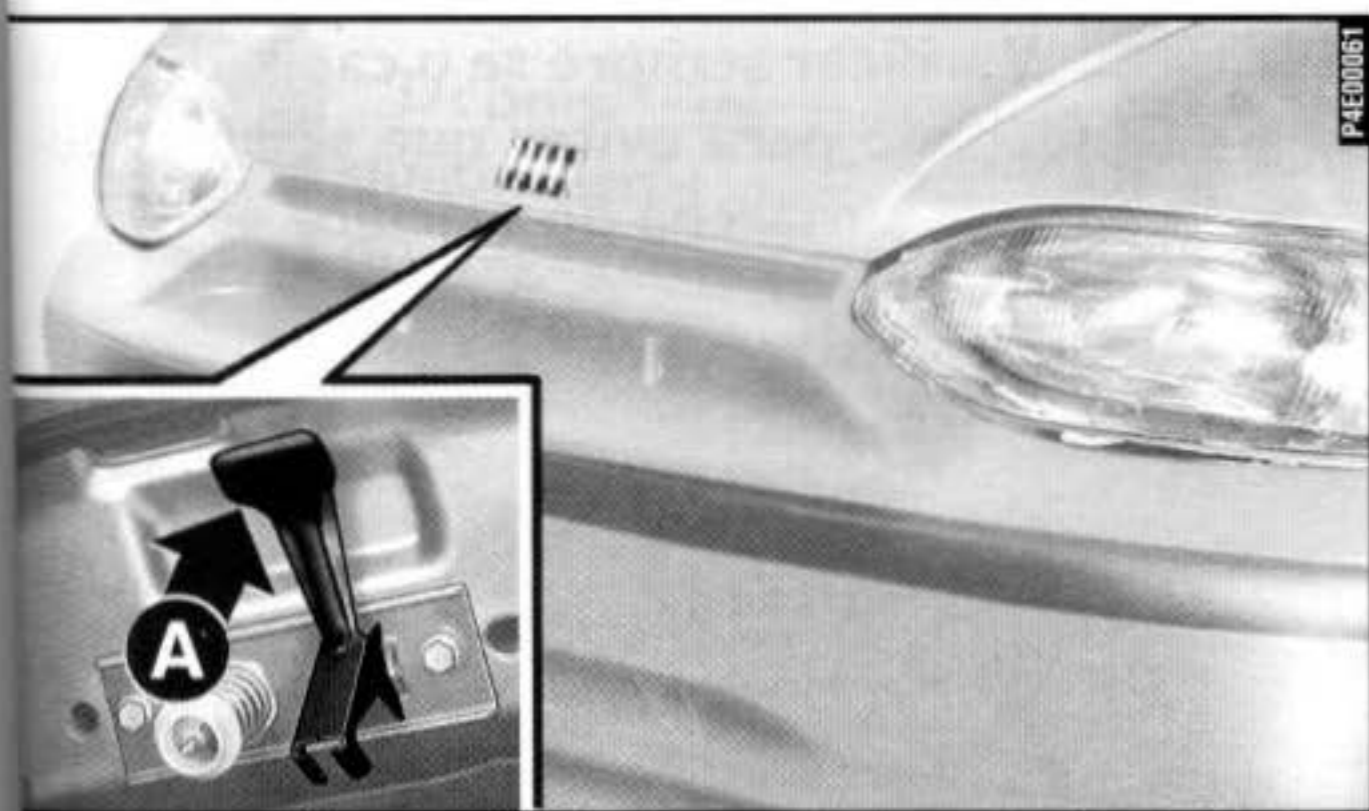

fig. 73
2) Apertar a alavanca **A**-fig. 73.